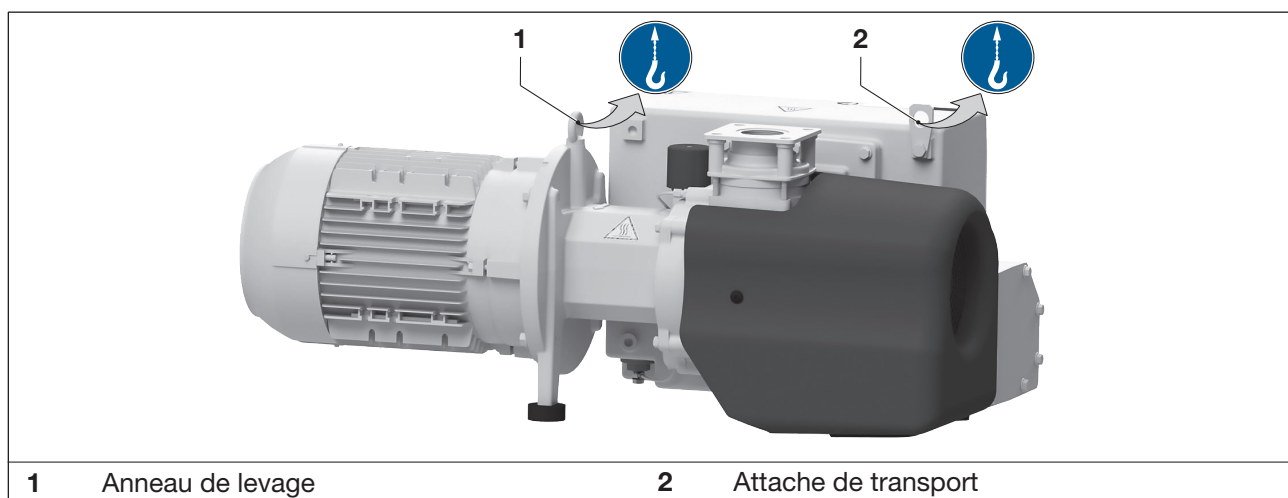

Fig. 1 Moyen de levage de la charge pour le levage et le transport
- b) Serrez fermement l'anneau de levage (Fig. 1/1).
- c) Pour lever la machine, il faut la suspendre à un outil de levage par l'anneau de levage et l'attache de transport (Fig. 1/2).